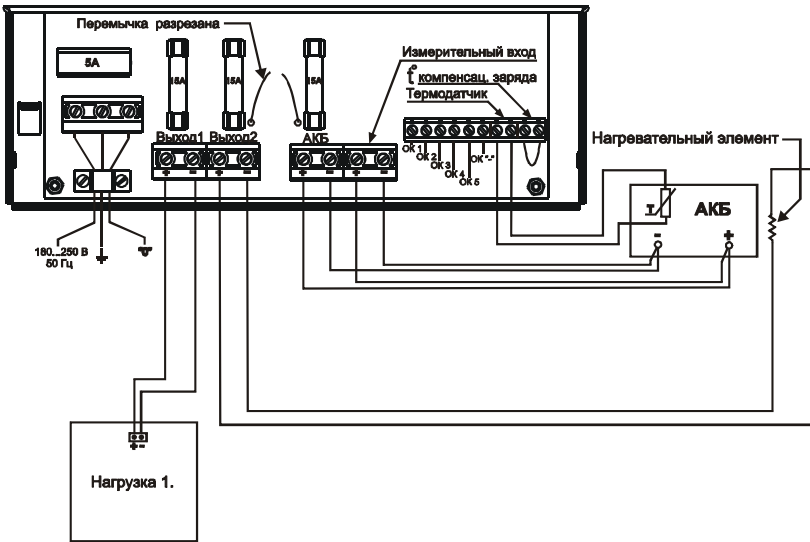

Рис.4
- ◆ Подключите, при необходимости, руководствуясь схемой подключения (рис.4), нагревательный элемент (не входит в комплект поставки) к контактам колодки «Выход 2», . Перережьте проводную перемычку поз.13 рис. 1. Оголенные концы провода изолируйте электроизолирующим материалом. Закрепите нагревательный элемент на АКБ согласно эксплуатационной документации на нагревательный элемент.